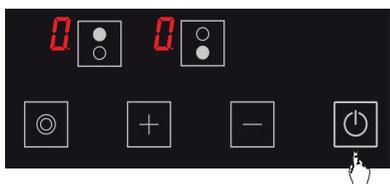

Abbildung 8
1. Schalten Sie die Kochstelle durch Drücken der Taste ein. (Siehe Abb. 8)